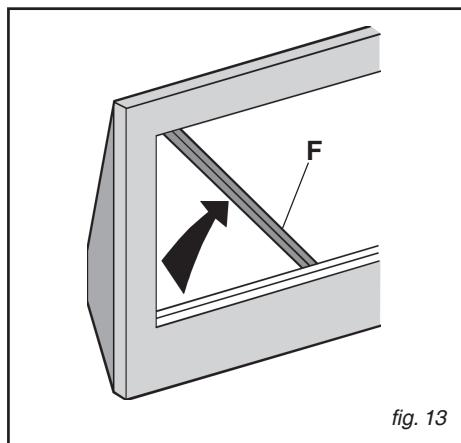

fig. 13
- Den Flansch (F) am Umluftweiche montieren (Abb. 13).
• Wechsel des Kohlefilters (Abb. 13)
Die Kohlefilterhalter (F) abnehmen und den Kohlefilter herausziehen (Abb. 13).